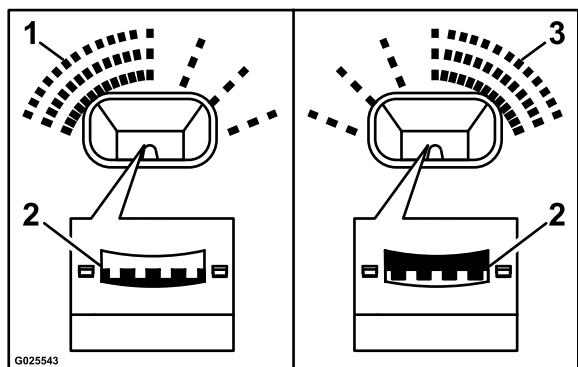
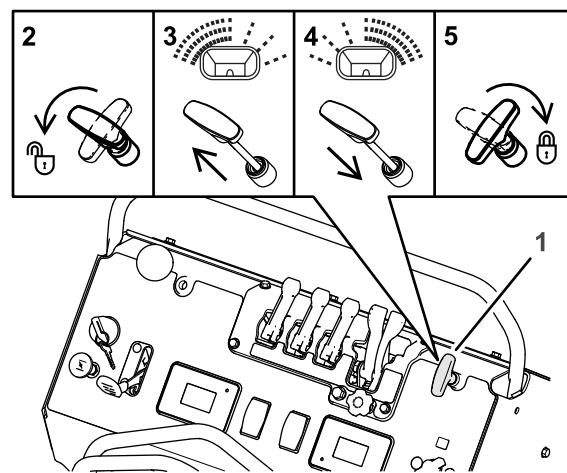

Figure 33
Figure 34
Si l'épandage est inégal d'un côté à l'autre, insuffisant/excessif d'un côté par exemple (voir Figure 33 et Figure 34), réglez la répartition comme suit :
1. Débloquez la commande d'épandage en tournant la poignée dans le sens antihoraire de 90°, comme montré en 2 sur la Figure 34.
légèrement la commande d'épandage vers le haut; voir 3 sur la Figure 34.
- Si la quantité épandue est trop importante sur le côté droit de la machine, poussez légèrement la commande d'épandage vers le bas; voir 4 sur la Figure 34.
3. Bloquez la commande d'épandage en tournant la poignée dans le sens horaire de 90°; voir 5 sur la Figure 34.